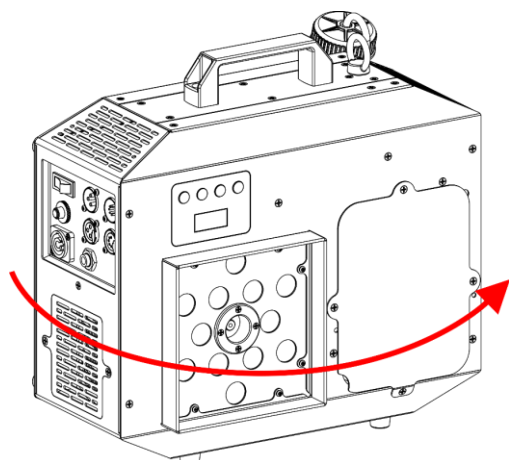

Abb. 20
- 15) Drehen Sie das Gerät, um die Rückseite vor sich zu haben, wie in Abb. 20 gezeigt.